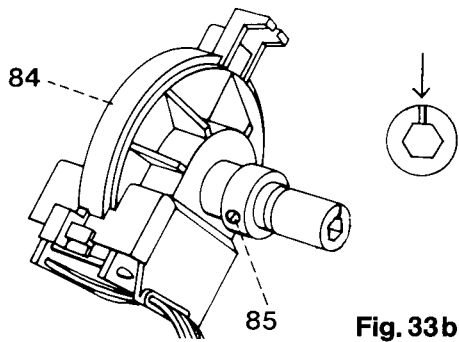

Fig. 33b
- Die Schraube 85 lösen (Abb. 33b).